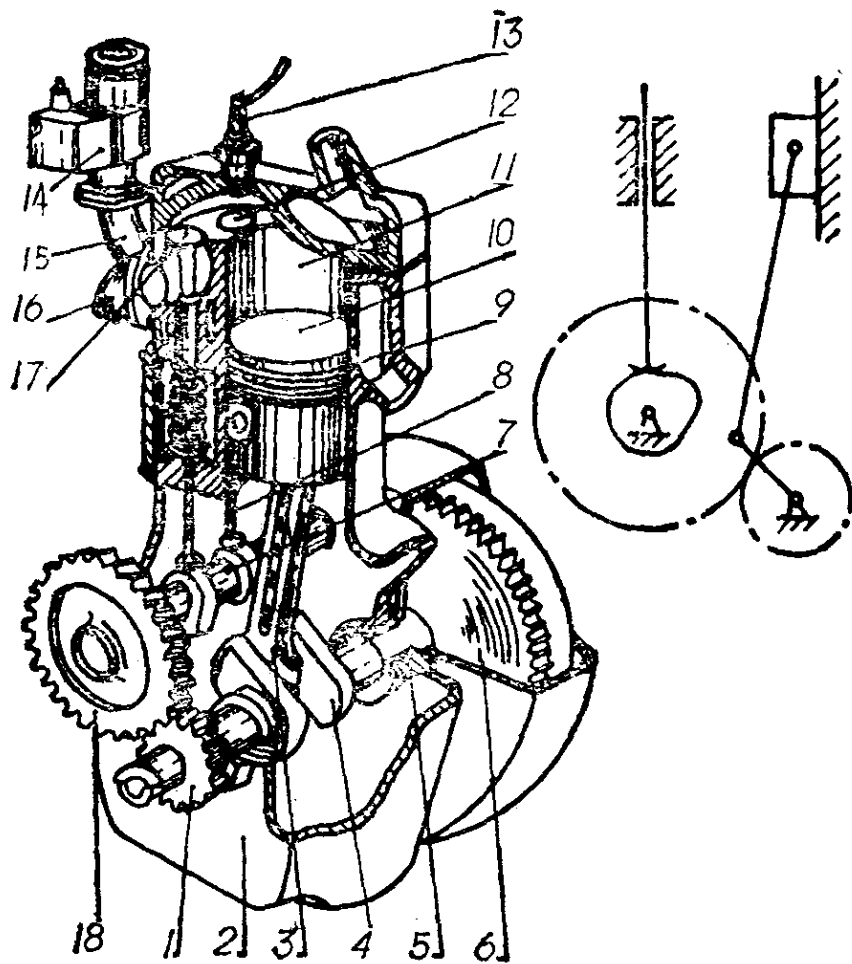

图 1-1
1) 何谓构件?何谓零件?试分析图 1-1 所示内燃机是由几个构件组成的?